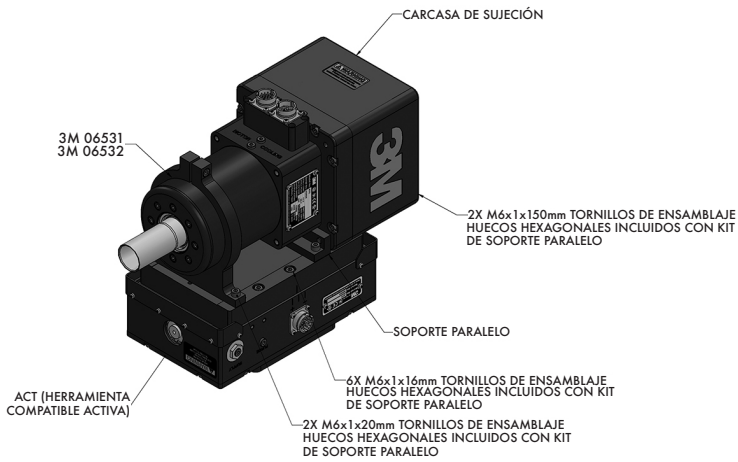

Figura 1. Configuración del eje paralelo del motor del husillo
La configuración del eje paralelo se muestra en la Figura 1, donde la herramienta se conecta al carro de la ACT con el kit de montaje en paralelo. El kit de montaje en paralelo se coloca en el carro y se sujeta con los cuatro (4) tornillos de ensamblaje huecos hexagonales M6x1x20mm suministrados. Luego, la herramienta se sujeta al kit de montaje en paralelo como se muestra, con dos (2) tornillos de ensamblaje huecos hexagonales M6x1x20mm en la parte delantera de la carcasa del motor. Dos (2) tornillos de ensamblaje huecos hexagonales M6x1x145 mm pasan a través de la carcasa de sujeción/placa de montaje. Los sujetadores deben apretarse al torque especificado en la sección Especificaciones técnicas.